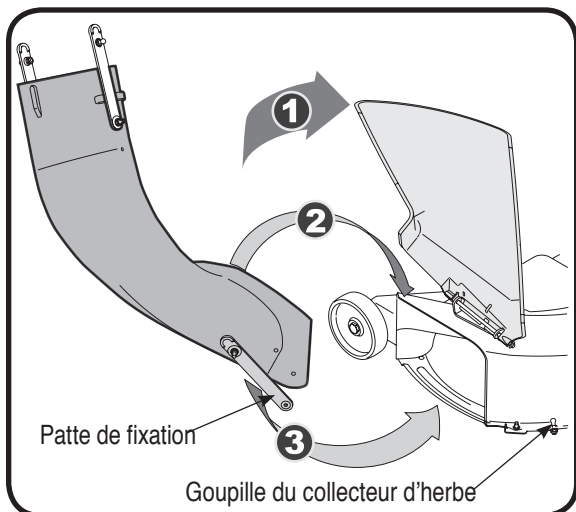

Figure 24
4. Poussez la goulotte afin que son bord inférieur avant s'enroule autour de la base du plateau. Puis, glissez la goulotte vers l'avant jusqu'à la butée du plateau. Voir la Figure 24.
5. Bloquez la goulotte en position en accrochant la patte de fixation sur la goupille du collecteur d'herbe du plateau. Voir la Figure 24.